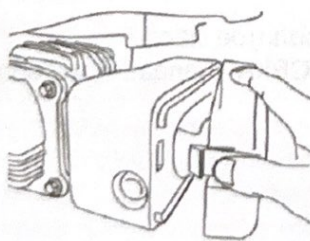

Рис. 30
- Снимите защелки с корпуса воздушного фильтра (рис. 30) и снимите крышку воздушного фильтра.